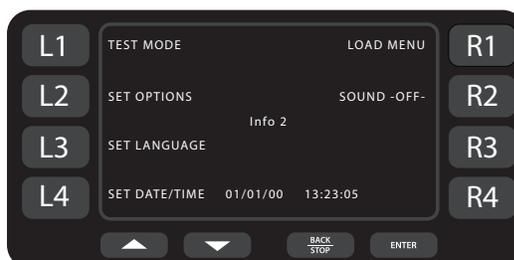
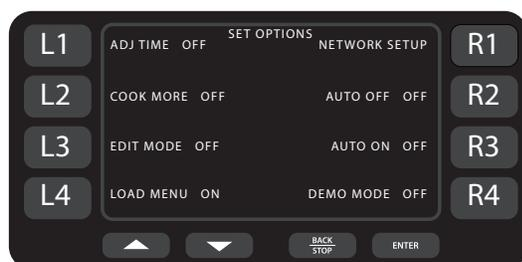

Figura 13: pantalla 2 del modo de información
Figura 14: Pantalla de Set Options
Desde la pantalla 2 del modo de información (Figura 13) usted puede:
Desde la pantalla 2 del modo de información (Figura 13), presione la tecla suave L3 para ver el listado de idiomas disponibles. Cada vez que la tecla L3 es presionada, aparecerá en la pantalla un idioma diferente en el siguiente orden: Ingles (omitido), Español, Francés, Alemán, Portugués, Italiano, Ruso, Griego, Polaco.
Desde la pantalla 2 del modo de información (Figura 13, página 11), presione la tecla suave L2 para tener acceso a la pantalla de “Set Options” (Figura 14). Cuando se le pida ingrese la contraseña presionando las teclas 9 4 2 8 y presione la tecla “Enter”.
Desde la pantalla 2 del modo de información (Figura 13, página 11?), presione la tecla suave L4 para acceder a la pantalla de fecha y hora “Set Date/Time” (Figura 15). Desde esta pantalla, usted puede programar el la hora exacta en encendido automático “auto on”, y apagado automático “auto off”.
Un tiempo real preciso es fundamental en el uso de “auto on y auto off”. Cuando estas características son activadas desde la pantalla de “Set Options” (Figura 14), el horno automáticamente se enciende y se apaga en la hora especificada.
IMPORTANTE: Para que el “auto on y auto off funcione tiene que ser activado desde la pantalla de “Set Options” (Figura 14).
1. Ir a la pantalla 2 del modo de información (Figura 13, página 11)
1. Ir a la pantalla 2 del modo de información (Figura 13, página 11).
1. Active desde la pantalla de “Set Options” (Figura 14, página 12).